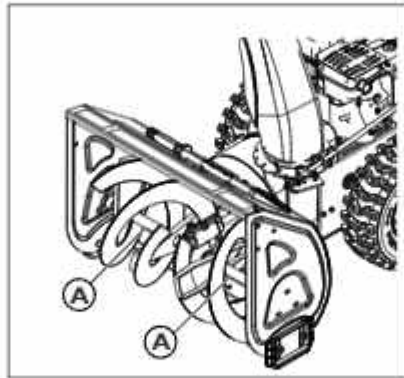

Рис. 37
2. Смажьте узел вала шнека (рис. 37, поз. А) смазкой в точках смазки (при наличии).